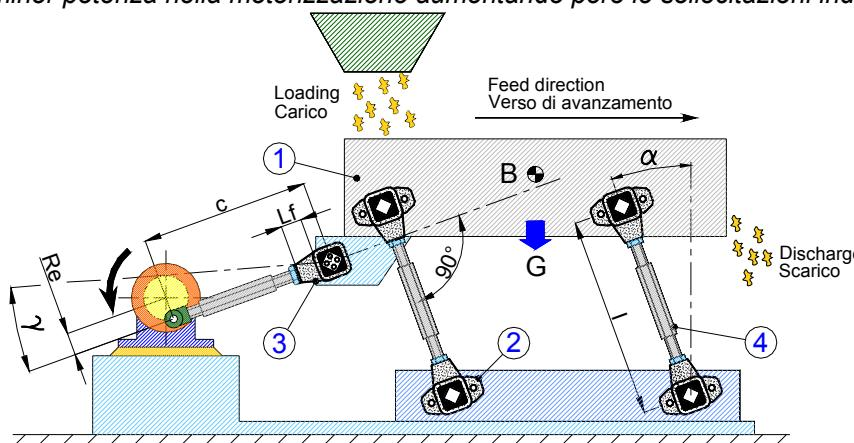
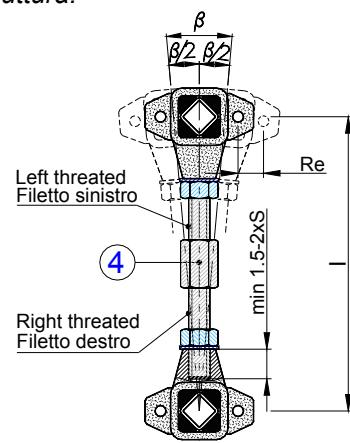

fig. 1
fig. 2
Il sistema rappresentato in fig. 1 è il metodo più semplice ed economico per costruire trasportatori di materiali sfusi di medie o lunghe dimensioni. Tale impianto prevede una grondaia di scorrimento (1), sorretta da sospensioni elastiche (2), azionata da un manovellismo biella manovella (3). Questi trasportatori vengono realizzati con strutture rigide e saldamente collegati al suolo in quanto il canale vibrante può essere utilizzato con accelerazioni fino a 1,7 g. Per questi motivi è essenziale dimensionare correttamente la macchina ed una scelta appropriata degli elementi elastici VIB contribuisce all'assorbimento delle vibrazioni e ad un'ottimale esecuzione del canale vibrante. Questo impianto prevede una grondaia sorretta da delle sospensioni ognuna costituita da 2 BT-F e azionata da una testa di biella TB che funge da snodo elastico sferico. Questa semplice applicazione può essere utilizzata tutte le volte in cui le forze dinamiche in gioco non risultino troppo elevate, in quanto tutti i carichi e le sollecitazioni gravano sui BT-F. La fig. 2, rappresenta il miglior modo per costruire una sospensione, tale sistema prevede l'utilizzo di un'unità di collegamento ricavata per tornitura da barra esagonale. Ai capi della barra la filettatura dovrà essere una destrorsa e l'altra sinistrorsa in maniera tale che in fase di messa in opera dell'impianto si potranno effettuare delle piccole inevitabili correzioni d'interasse tramite una semplice chiave inglese. Con lo stesso sistema costruttivo ma con interasse di sospensione fisso la gamma di prodotti VIB prevede i componenti elastici TP-S o TP-F. Per diminuire la potenza impiegata si può prevedere in fase di progettazione di far lavorare l'impianto in una particolare condizione cioè in quella di risonanza ovvero ad una frequenza prossima a quella propria del sistema. In questa particolare condizione le ampiezze di oscillazione si amplificano notevolmente consentendo d'impiegare una minor potenza nella motorizzazione aumentando però le sollecitazioni indotte alla struttura.